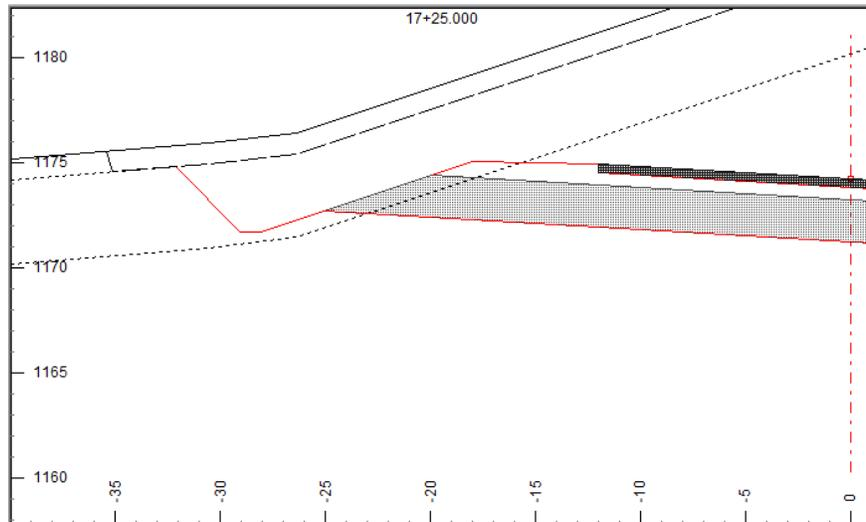

Figura 20-6: La Capa Superior ha Sido Removida
7. Haga zoom en la plantilla para ver la línea de corte en la parte superior derecha de la plantilla. (Figura 20-6).